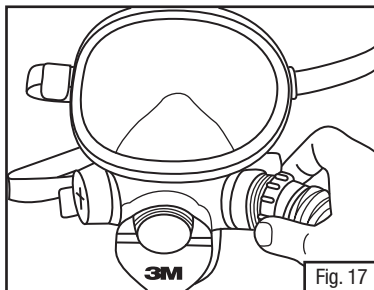

Fig. 17
3. Pase 40 mm de la conexión del Tubo de respiración en 40 mm del puerto DIN en la pieza facial (Fig. 17 y 18).